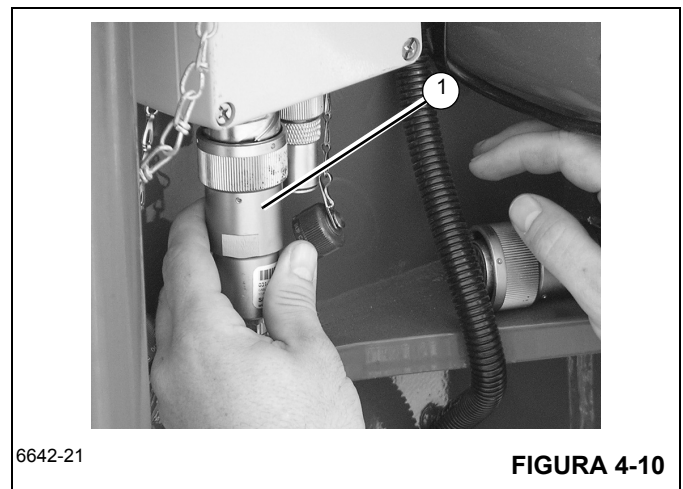

FIGURA 4-10
- c. Instale el conector del extremo del cable (1) Figura 4-10 de la extensión de pluma de la que se retiró el enchufe falso.